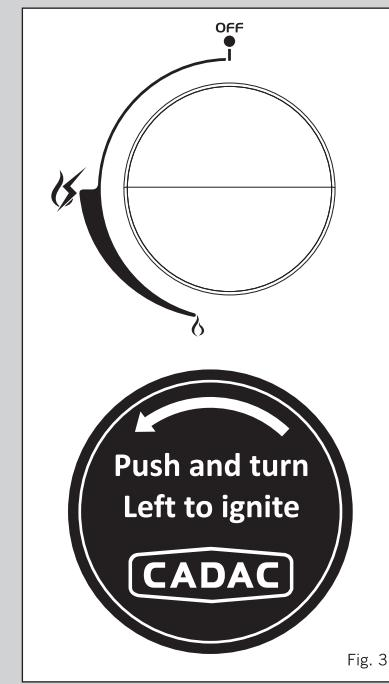

Fig. 3
- Brug betjeningsknapperne for at justere flamernes intensitet i de enkelte brændere ved at dreje knappen mod uret for at mindske flammen, og med uret for at øge flammen (se Fig. 3).